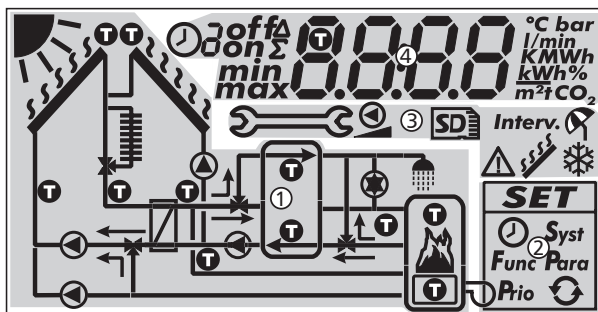

Fig. 8: Vista general de las áreas del display (todos los elementos visibles)
La siguiente tabla describe los símbolos en el gráfico de sistema (① en Fig. 8).
El menú de configuración (② en Fig. 8) contiene las siguientes entradas:
La siguiente tabla describe los pictogramas para funciones (③ en Fig. 8).
La indicación de los valores operativos y de ajuste (④ en Fig. 8) consta de los siguientes elementos:
①	<p>Símbolo para el control por tiempo de funciones. El símbolo se indica si:</p> <ul style="list-style-type: none"> • se ajusta una limitación/control por tiempo. • se indica el estado de la limitación/control por tiempo. • la limitación por tiempo bloquea un control de temperatura (símbolo parpadea).
②	<p>Número de la ventana de tiempo que en este momento se está ajustando/indicando en el menú de configuración o en la que se encuentra la hora actual. El control por tiempo de una función consta de 1 ó 3 ventanas de tiempo ajustables. Ejemplo:</p> <p>Ventana de tiempo 1: 06:00 – 08:00</p> <p>Ventana de tiempo 2: 11:00 – 12:30</p> <p>Ventana de tiempo 3: 17:00 – 19:00</p>
③	<p>Informaciones adicionales:</p> <p>on, off: estado de conmutación/condición de conmutación encendido, apagado</p> <p>max, min: valor máximo, valor mínimo</p> <p>Σ: valor operativo sumado desde la primera puesta en servicio, no reseteable</p> <p>Δ: valor operativo sumado desde el último reseteo a 0</p>
④	<p>Se indica el símbolo si al ajustar una función se selecciona un sensor de temperatura.</p>
⑤	<p>Indicación de:</p> <ul style="list-style-type: none"> • valores de medición • valores de ajuste • códigos de error • otras informaciones, p.ej. versión de software
⑥	<p>Unidad física del valor indicado en ⑤: °C, bar, l/min, K, MWh, kWh, %, m², tCO₂</p>